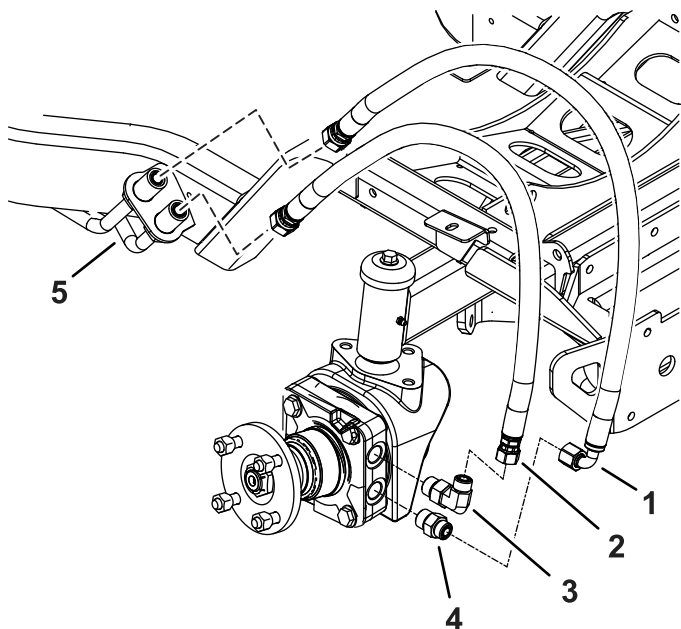

Figura 11
3. Instale a nova ligação reta e a ligação do cotovelo de 90° no motor da roda (Figura 11).
6. Instale o tubo com ligações retas na ligação do cotovelo de 90° (Figura 11).
7. Instale a ligação do cotovelo de 90° na ligação reta (Figura 11).
16. Remova uma tampa de cada vez e instale o tubo correto na linha hidráulica como se mostra na Figura 11.
17. Remova a tampa restante e instale o tubo na linha hidráulica (Figura 11).